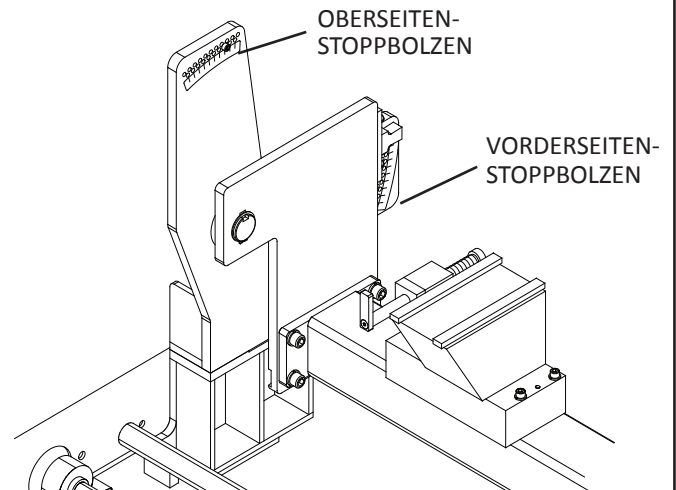

Abb. 17
2. Bewegen Sie das Stellglied FÜR DIE WERKZEUGROTATION so, dass die Werkzeugstange sich in der Mitte zwischen dem vorderen und dem oberen Anschlag befindet. Siehe Abb. 17.
3. Bewegen Sie den Stopp-Bolzen für die WERKZEUGROTATION für die Vorderseite in den korrekten Winkel. Siehe Abb. 17.
4. Bewegen Sie den Stopp-Bolzen für die WERKZEUGROTATION für die Oberseite in den korrekten Winkel. Siehe Abb. 17.